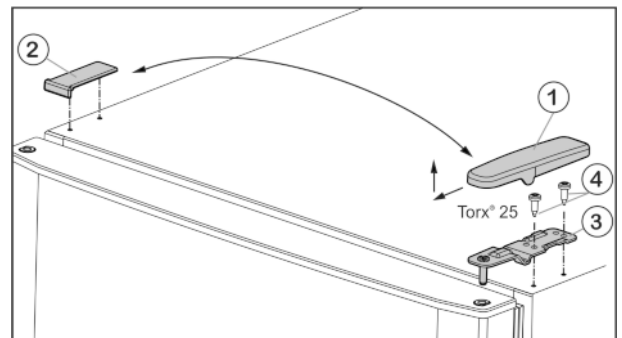

Fig. 6
- ▶ Afdekking Fig. 6 (1) naar voren en omhoog wegtrekken.
- ▶ Afdekking Fig. 6 (2) verwijderen.
- ▶ Bovenste scharnierplaat Fig. 6 (3) losschroeven (2 keer Torx® 25) Fig. 6 (4) en omhoog wegtrekken.
- ▶ Bovenste scharnierplaat Fig. 6 (3) op de nieuwe scharnierzijde in de deur plaatsen.
- ▶ Bovenste scharnierplaat **vastschroeven (met 4 Nm)** (2 keer Torx® 25) Fig. 6 (4). Eventueel een accuboormachine gebruiken.
- ▶ Afdekking Fig. 6 (1) van buitenaf terugplaatsen op de andere zijde en vastklikken.
- ▶ Afdekking Fig. 6 (2) telkens van bovenaf terugplaatsen op de andere zijde en vastklikken.